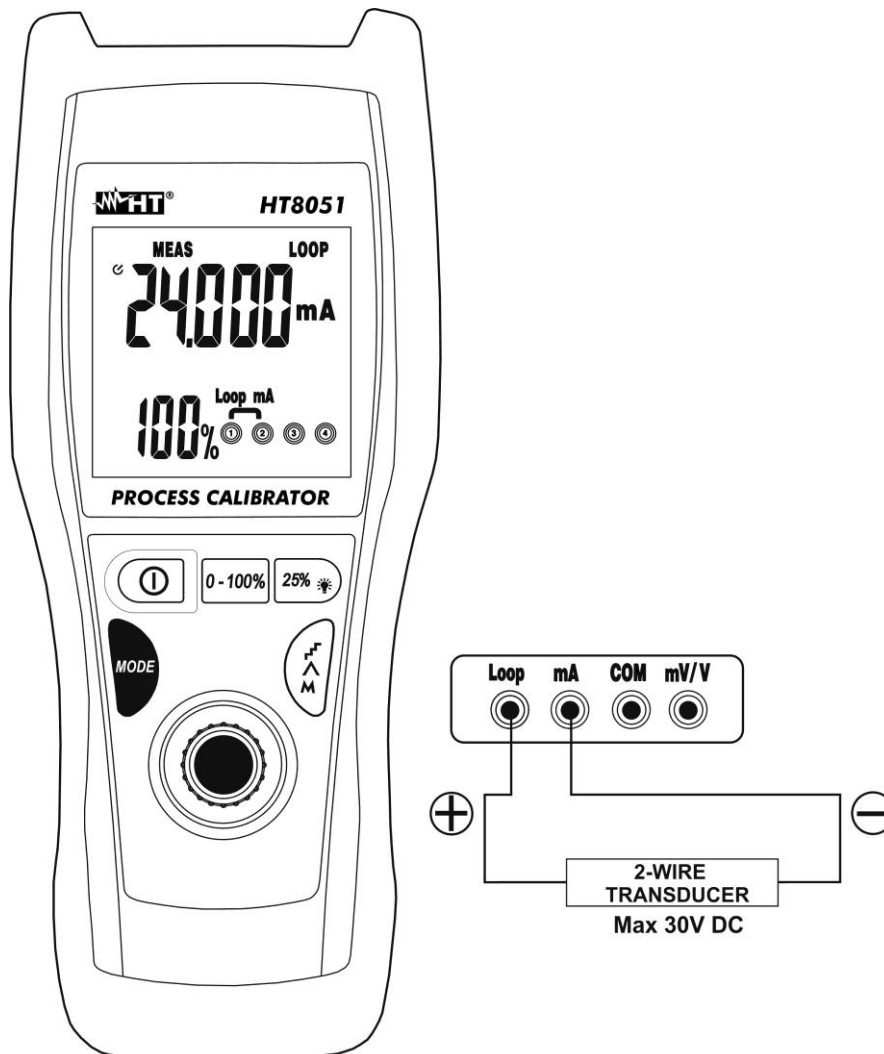

Fig. 7 : Mesure de courant CC à la sortie des transducteurs externes (Loop)
4. Connecter l'embout vert et l'embout noir au transducteur externe en respectant la polarité et la direction du courant dont à la Fig. 7.
6. Le message « **OL** » indique que le courant sous test dépasse la valeur maximale mesurable par l'instrument. Pour la génération de la valeur négative de tension, tourner les embouts de mesure dans le sens inverse par rapport à la connexion de Fig. 7.